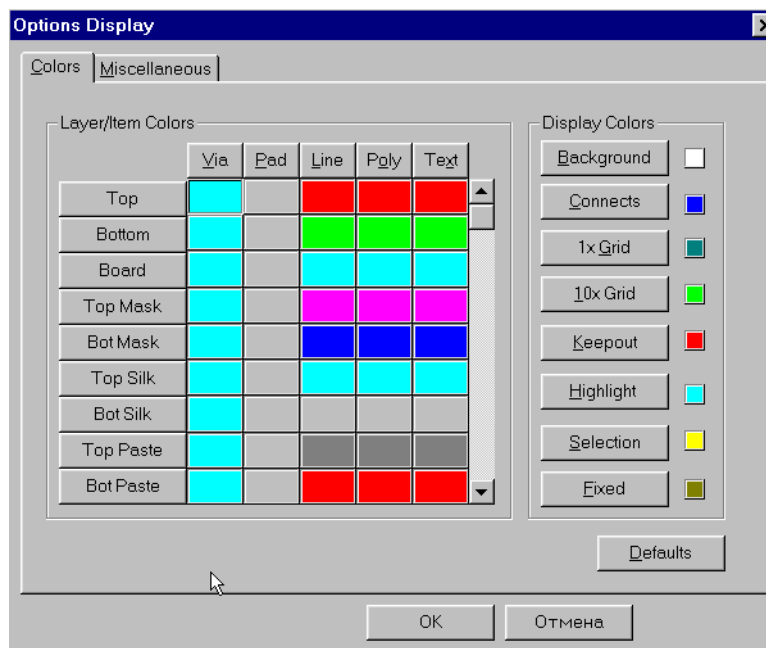

Рис. 7-10. Установка цветовой палитры PCB
По команде основного меню **Options/Display** на панели **Options Display** можно задать цвета и стили отображения различных объектов схемы. Окно этой команды содержит две закладки (см. рис. 7-10).
- 2) На панели **Options Display** в закладке *Colors* (рис. 7-10) измените цвета для отдельных элементов изображения, если в этом есть необходимость.